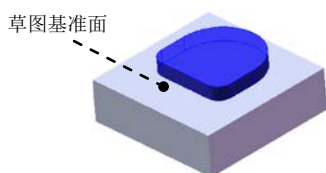

图 14.2.4 凸台—拉伸 2
(3) 定义拉伸深度属性。
① 定义深度方向。采用系统默认的深度方向。
② 定义深度类型和深度值。在“凸台—拉伸”对话框  区域的下拉列表中选择  选项，在  中输入深度值 3.0。
(4) 单击  按钮，完成凸台—拉伸 1 的创建。
Step3. 创建图 14.2.4 所示的零件基础特征——凸台—拉伸 2。
(1) 选择命令。选择下拉菜单  \rightarrow  \rightarrow  命令(或单击“特征(F)”工具栏中的  按钮)。
(2) 定义特征的横断面草图。
① 定义草图基准面。选取图 14.2.4 所示的表面作为草图基准面。